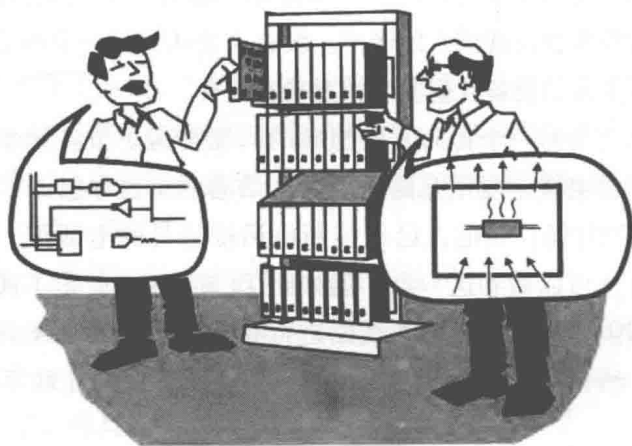

图 1-1 旁观者眼中的散热问题
沿着走廊就到了实验室。没有测试管、没有冒泡的液体或者旋转的磁带。只是一间普通的办公室房间，里面摆放了一些工作椅和一排 6ft^②高且塞满了 PCB 的机架。如图 1-1 所示。